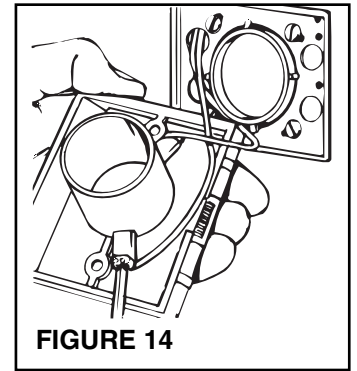

FIGURE 14
4. Consultez la figure 14. Raccordez les deux fils basse tension aux vis du bornier à l'arrière de la prise murale.